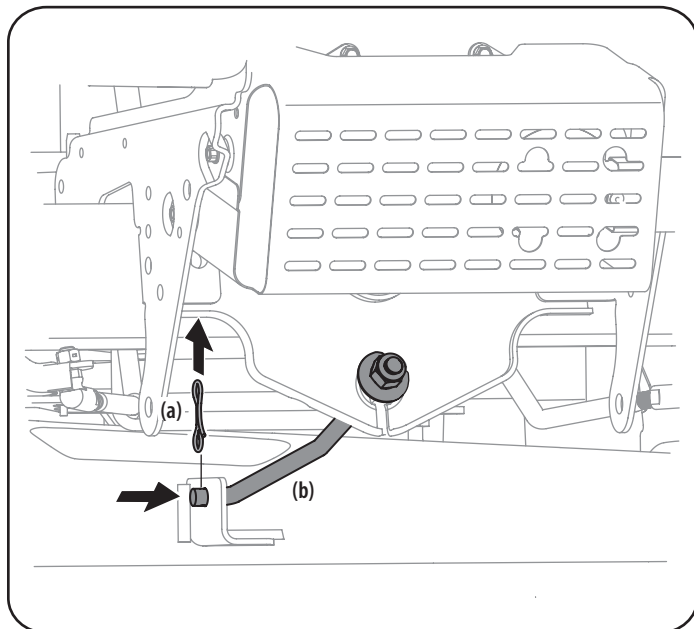

Figura 27
- Extraiga el pasador de chaveta curvo (a) que sujeta la varilla estabilizadora (b) a la plataforma. Deslice la varilla de elevación de la plataforma lejos de la soldadura de montaje de la plataforma como se ve en la Figura 27.